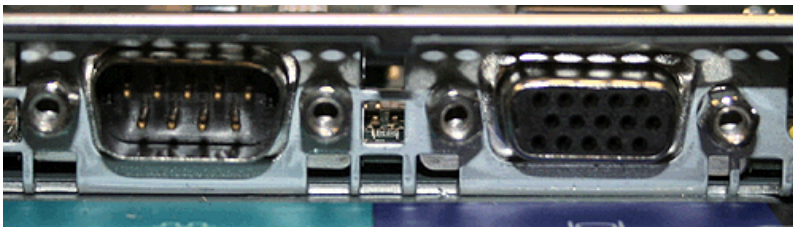

図 294. SAN ボリューム・コントローラー 2145-8G4 のシリアル・ポートおよびビデオ・ポート
3. サーバーの後部で、入出力ポートの横の 4 個の絶縁体ねじを交換します。図 294 は、絶縁体ねじの位置を示しています。